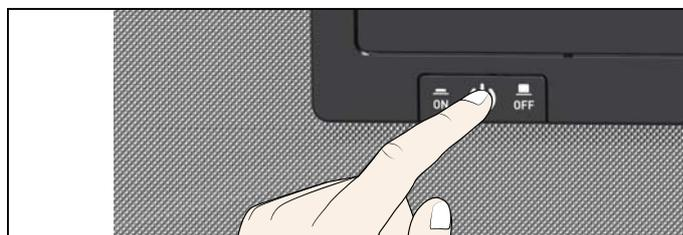

Рис. 26 Выключение устройства.
4. Выключите устройство при помощи главного выключателя (Рис. 26)